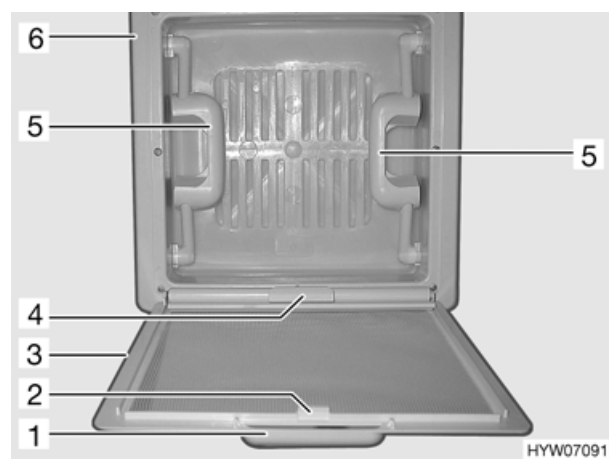

Fig. 27 Oblò
- Tirare la protezione contro gli insetti (Fig. 27,3) verso il basso utilizzando la maniglia (Fig. 27,1). La protezione contro gli insetti si ribalta verso il basso.
- Premere l'oblò verso l'alto mediante entrambe le maniglie (Fig. 27,5).
- Ribaltare la protezione contro gli insetti verso l'alto e bloccarla sul telaio (Fig. 27,6).
- Tirare con forza verso il basso l'oblò utilizzando entrambe le maniglie (Fig. 27,5).
- Tirare la protezione contro gli insetti (Fig. 27,3) verso il basso utilizzando la maniglia (Fig. 27,1). La protezione per insetti si ribalta verso il basso.
- Tirare l'oscurante a rullo per la maniglia (Fig. 27,4) fino alla maniglia contrapposta della protezione contro gli insetti (Fig. 27,2) e farla innestare.
- Disinnestare l'oscurante a rullo utilizzando la maniglia della protezione contro gli insetti (Fig. 27,2).
- Ricondurre lentamente l'oscurante a rullo accompagnandolo con la maniglia (Fig. 27,4).